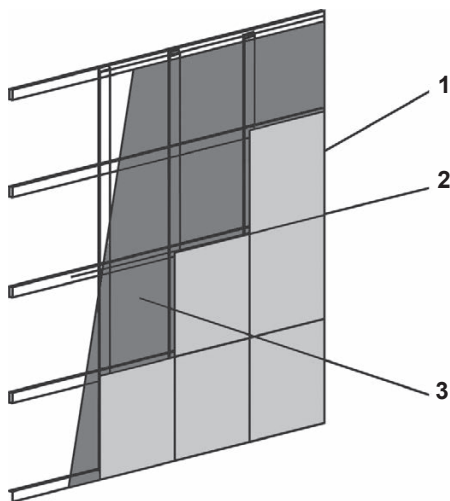

Рис. 9.3. Утепление стены изнутри: 1 — теплоизоляционный слой; 2 — деревянная обрешетка; 3 — гипсокартон
**Внутренняя теплоизоляция** (рис. 9.3) проводится для стен, которые выходят на улицу и подвержены охлаждению. Чтобы утеплить стену,